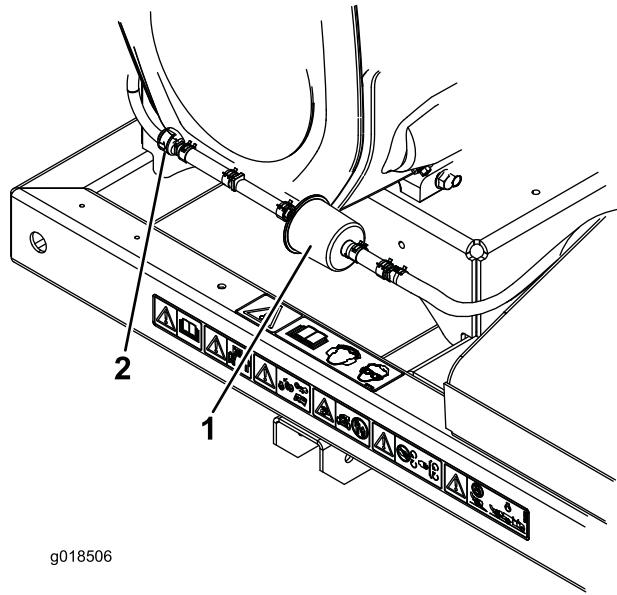

Figura 17
2. Afaste os grampos do tubo do tipo mola em ambos os lados do filtro da linha de purga do recipiente de carbono para longe do filtro (Figura 17).
3. Retire e deite fora o filtro de carbono (Figura 17).
4. Instale um novo filtro no tubo com a seta no filtro a apontar na direção da válvula de verificação e prenda-o com os grampos de tubo (Figura 17).